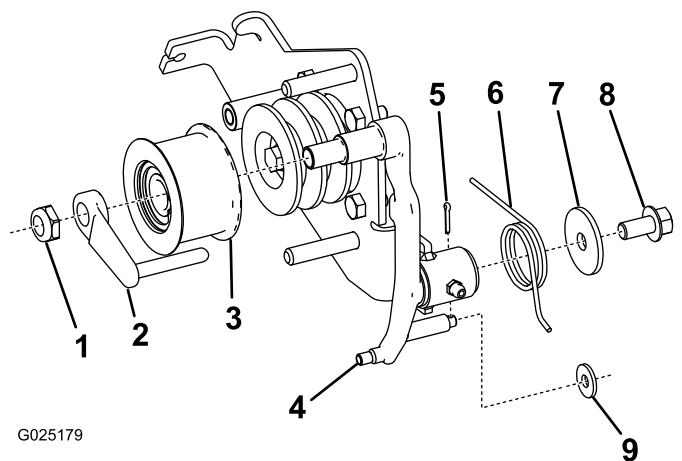

Figure 2
4. Déposez le ressort de torsion, la rondelle, le boulon et le câble de liaison du levier d'embrayage (Figure 2).
2. Montez le ressort de torsion, la rondelle et le boulon existants sur le levier d'embrayage neuf (Figure 2).